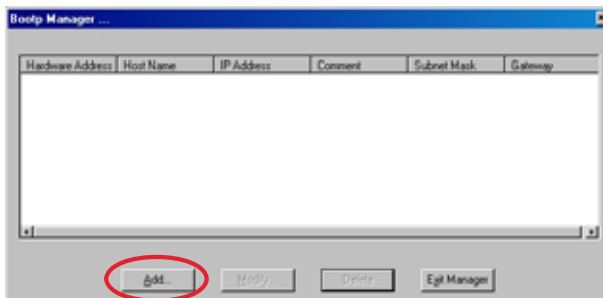

図 14 Bootp マネージャ
- 3 [マネージャ] を起動します。[Bootp マネージャ] 画面が開かれます。48 ページ 図 14 を参照してください。これには、追加されたすべてのネットワークハードウェアが表示されます (初期的には空)。